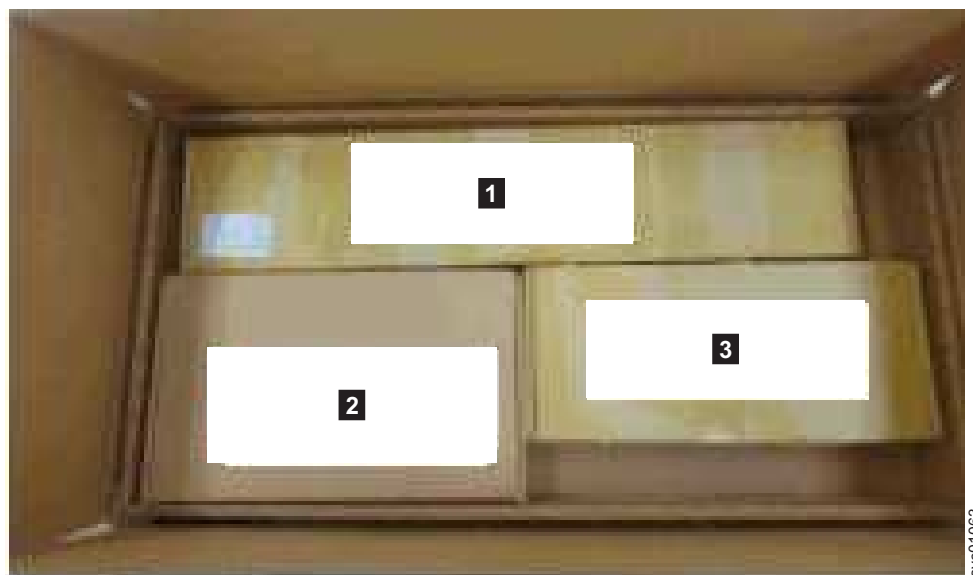

Figura 49. Bandeja que contiene componentes de alojamiento de expansión
El alojamiento de expansión 2145-92F y la mayor parte de los componentes se envían juntos en una caja grande. Una bandeja en la parte superior del alojamiento contiene la carcasa frontal (piezas 1U y 4U), el brazo portacables (CMA) y el kit de rieles deslizantes; debe instalar estos componentes. La Figura 49 en la página 60 muestra cómo está empaquetado el alojamiento para el envío.
6. Extraiga el kit de rieles de soporte de la caja en la que se ha enviado (**1**), como se muestra en la Figura 49 en la página 60).
17. Extraiga el conjunto de brazo portacables del embalaje (**2** en Figura 49 en la página 60).